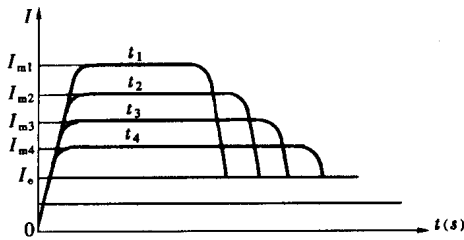

图 1-2-2 起动电流特性曲线
(1) 限流起动(过程如图 1-2-2 所示)。该方式起动电动机时,软起动器的输出电压迅速增加,直到输出电流达到限定值 I_m ,并保持输出电流不大于该值,电压逐步升高,使电动机加速,当达到额定电压、额定转速时,输出电流迅速下降至额定电流,起动过程完成。电流限幅值可根据实际负载情况进行设定